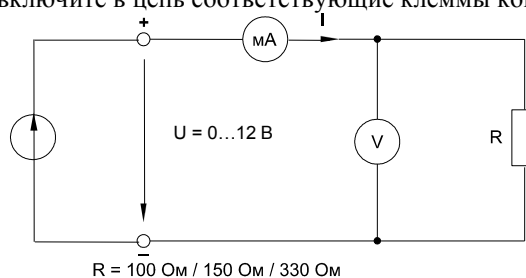

Рисунок 2.1. Электрическая цепь с линейным резистором
• Чтобы построить кривые $I = f(U)$, соберите цепь по схеме (рис. 2.1) и измерьте токи, имеющие место при напряжениях и сопротивлениях, которые указаны в табл. 1.2. В качестве измерительных приборов используйте мультиметры или виртуальные приборы с коннектором.
- Соберите электрическую цепь с линейным резистором согласно схеме (рис.2.1). В качестве измерительных приборов mA и V включите в цепь соответствующие клеммы коннектора (например, A1 и V0).